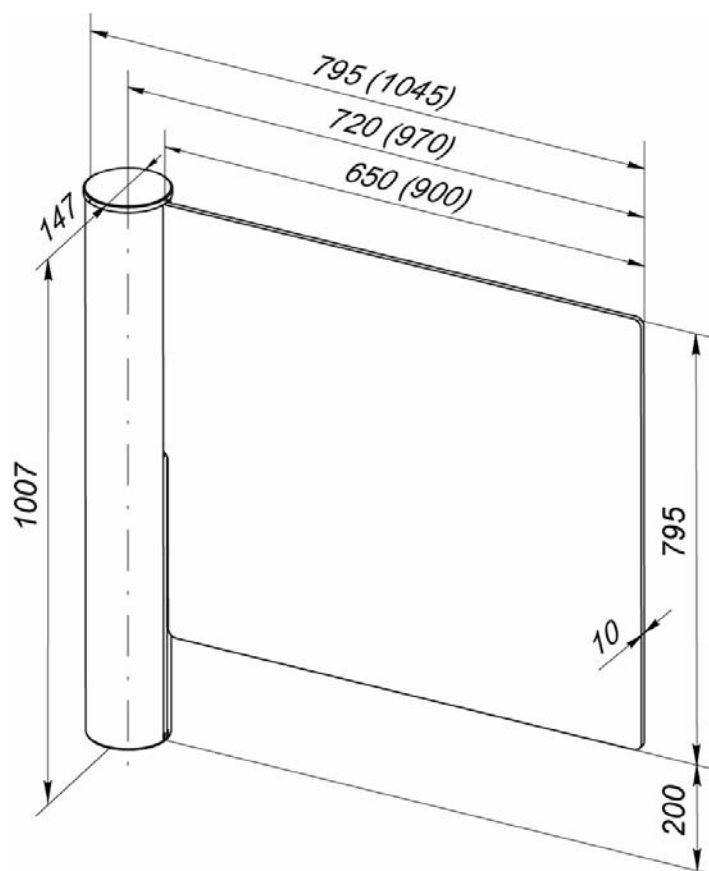

Abbildung 1: Außenabmessungen der Schwenktür
- In der Schwenktür ist die Möglichkeit der Einstellung der Leisten verschiedener Länge vorgesehen: 650, 900 mm. Die Außenabmessungen der Schwenktür sind auf sind auf der Abbildung 1.